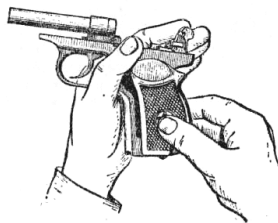
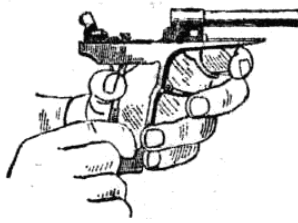

Рис. 72. Отделение рукоятки от основания рукоятки
Рис. 73. Отделение боевой пружины от рукоятки
3. *Отделить рукоятку от основания рукоятки и боевую пружину от рамки.* Лезвием протирки вывинтить винт и, сдвигая рукоятку назад, отделить ее от основания рукоятки (рис. 72). Прижимая большим пальцем левой руки боевую пружину к основанию рукоятки, сдвинуть вниз и отделить от основания рукоятки задвижку боевой пружины и снять боевую пружину с прилива основания рукоятки (рис. 73).